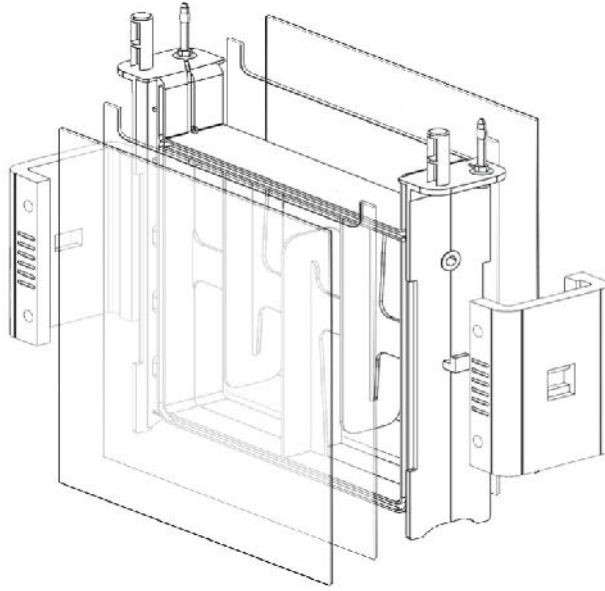

图 1 装配玻璃板
- a. 按照所需凝胶厚度选择带边条的玻璃板，使带边条的外玻板的标记端和内玻板U形端向上，将两块玻璃板装配到中央芯两侧(图 1)。
- b. 装上玻璃板固定夹，拧紧固定螺丝（图1）。